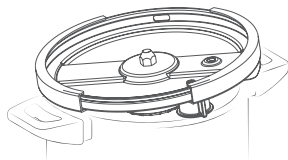

Fig.07
6. Depois de limpa e seca, guarde a painela destapada ou com a tampa virada ao contrário para evitar deformações na junta de vedação. (**Fig.07**)